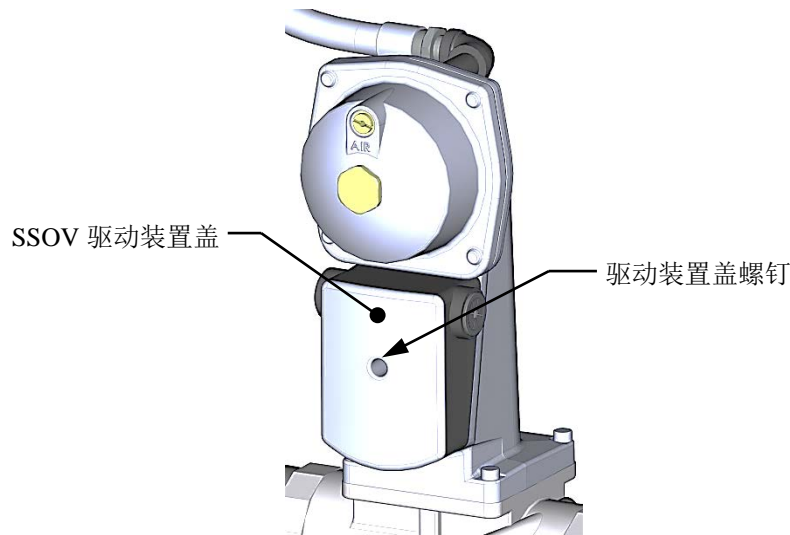

图 6-5：SSOV 驱动装置盖位置
4. 如图 6-5 所示松开螺钉，卸下 SSOV 的盖板。提起盖板可接触端子连接线。